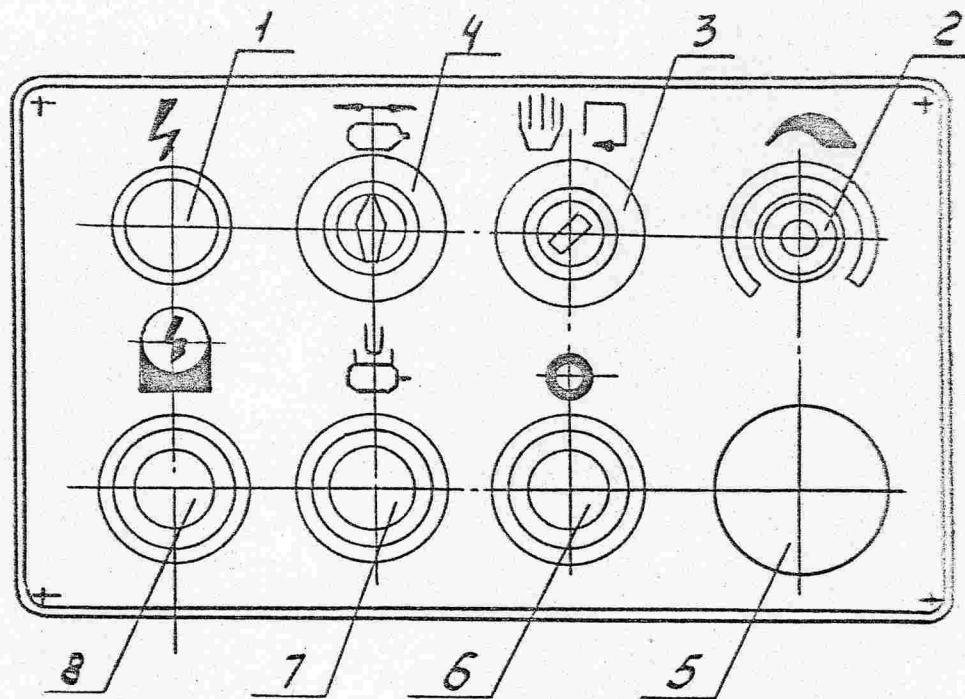

Рис. 3. Пульт управления
1.3.1. Общий вид панели пульта управления с обозначением органов управления (рис. 3).
- пульта управления (см. подраздел I.3 рис. 3);